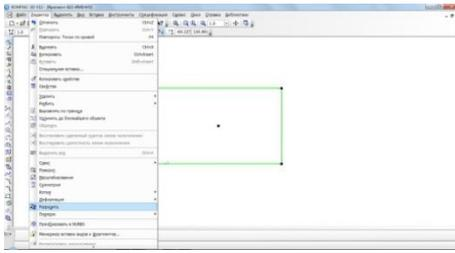

Рис. 5
- на строке **Меню** вызовите команду **Редактор – Разрушить** (рис. 5);